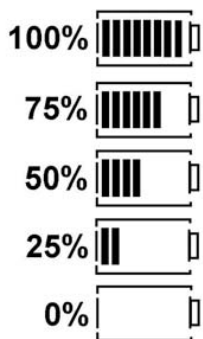

Fig. 6: Etat de charge des piles
- 7 Symbole pour TRMS (AC)
L'état de charge actuel des piles est toujours affiché sur l'écran LCD (fig. 5, pos. 5). Le nombre de barres indique l'état de charge des piles en pourcentage (fig. 6).